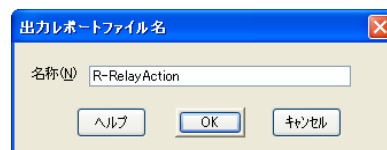

図 13
19. “過渡安定度” ツールバーの“過渡安定度を実行” ボタンをクリックします。 図 13 参照
22. “電機室 2B” 母線の結果を見るために “過渡安定度” ツールバーの “過渡安定度プロット” ボタンをクリックします。 図 13 参照